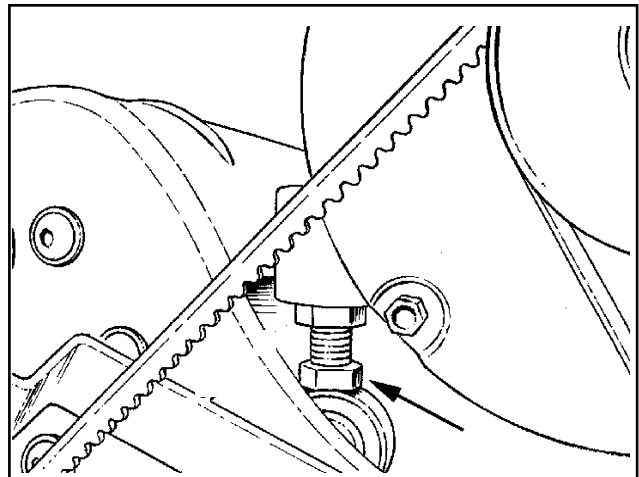

Figure 21
Tournez la vis de réglage vers "l'extérieur (out)" (voir figure 21) un quart de tour. Remettez la tension à l'aide du levier à blocage rapide et vérifiez le réglage. Répétez cette procédure au besoin. Pour diminuer la tension, tournez la vis de réglage vers "l'intérieur (IN)".